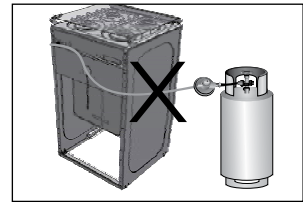

Figura 9
- No permita que la manguera de suministro de gas tenga contacto con la parte posterior del producto debido a las altas temperaturas que ésta posee (Ver figura 9).